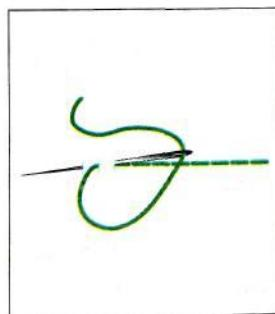

Рис. 75. Шов
Шов «за иголку» — это непрерывный ряд стежков, выполняемых справа налево. Используется для соединения деталей между собой (рис. 75).
- Для выполнения второго стежка введи иглу в точку, где кончается первый стежок, а выведи на лицевую сторону на четыре нити ткани левее второго стежка. Изнаночный стежок будет в два раза длиннее лицевого (см. рис. 75).